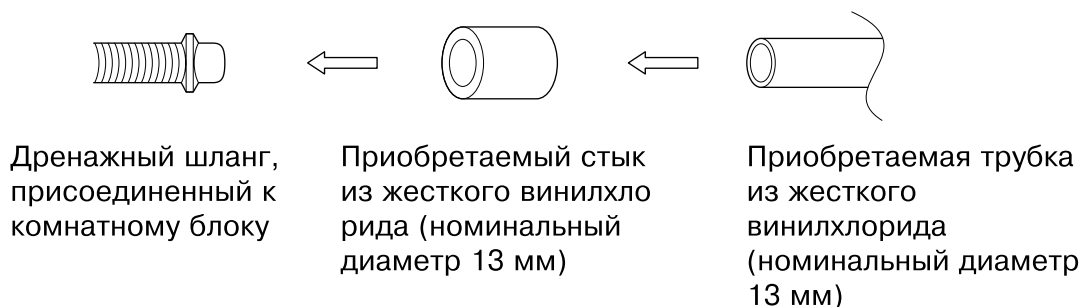

Рис. 18
- При непосредственном соединении стыка труб из жесткого винилхлорида (номинальный диаметр 13 мм) с дренажным шлангом, подсоединенным к комнатному блоку (т.е. для заделываемого трубопровода и т.д.), используйте стыки труб из жесткого винилхлорида, имеющиеся в продаже (номинальный диаметр 13 мм). (См. рис. 18)